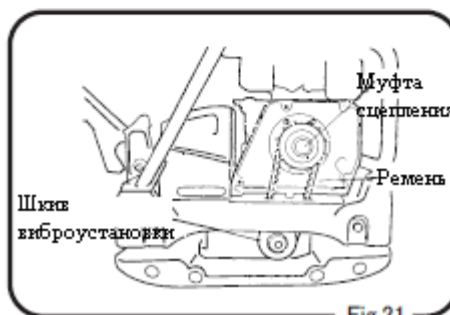

Fig.21
1. Проверка натяжения приводного ремня (рис. 21)